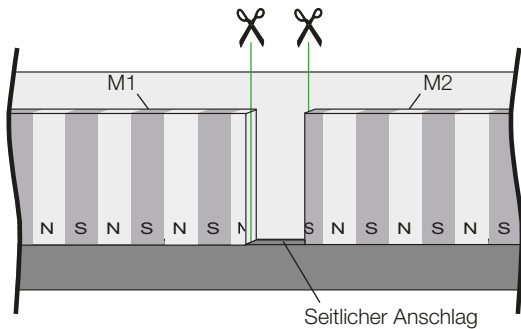
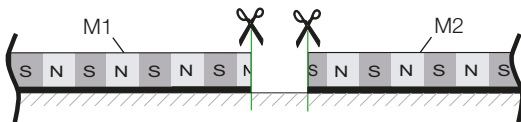
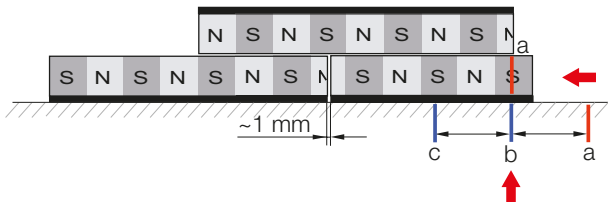

Bild 4-7: Draufsicht Maßkörper
Bild 4-8: Seitliche Ansicht
Bild 4-12: Gekürzten Maßkörper positionieren
i Die Bemaßung in Bild 4-7 bis Bild 4-12 bezieht sich auf einen Maßkörper mit 5 mm Polbreite. Bei 10 mm Polbreite sind die angegebenen Maße zu verdoppeln.
i Die beiden Enden der Maßkörper an der Stoßstelle gerade abschneiden (Bild 4-7 und Bild 4-8)!
1. Der Maßkörper M1 ist bereits aufgeklebt. An der Stoßstelle einen seitlichen Anschlag befestigen, damit der anzureihende Maßkörper M2 genau ausgerichtet werden kann (Bild 4-7).
8. Den Hilfsmaßkörper auf den Maßkörper M1 auflegen und in eine stabile Position bringen und mit Klebeband fixieren (Bild 4-12).
9. Den gekürzten Maßkörper M2 so weit an den Stoß schieben, bis die Markierung (a) auf dem Maßkörper bündig ist mit der Markierung (b) oder (c) auf dem Maschinenteil (Bild 4-12). Der Hilfsmaßkörper darf jetzt nur eine stabile Position haben, in die er *einrastet*. Evtl. den Maßkörper M2 etwas nach rechts oder links verschieben, um die Position mit der größten Anziehungskraft zu finden.